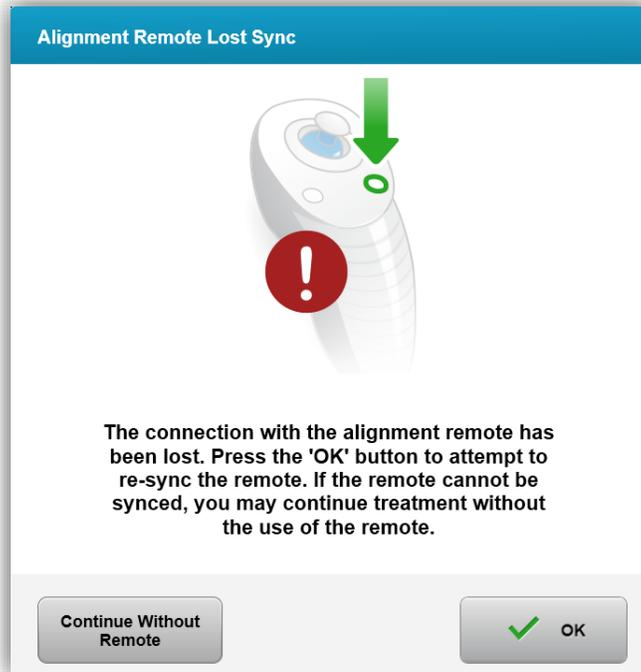

Figura 3-20. Tempo de sincronização do processo esgotado
- Se o botão de sincronização não for pressionado dentro do prazo de 15 segundos, uma mensagem indicando 'perda de sinc. do controle remoto de alinhamento' aparecerá na tela, conforme mostrado na Figura 3-20.